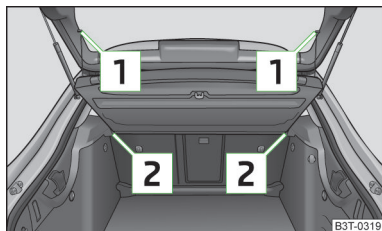

Abb. 89
- › Die Haltebänder **1** » Abb. 89 von der Gepäckraumklappe aushängen.
- › Die Gepäckraumabdeckung in die Halterungen **2** » Abb. 89 einschieben.